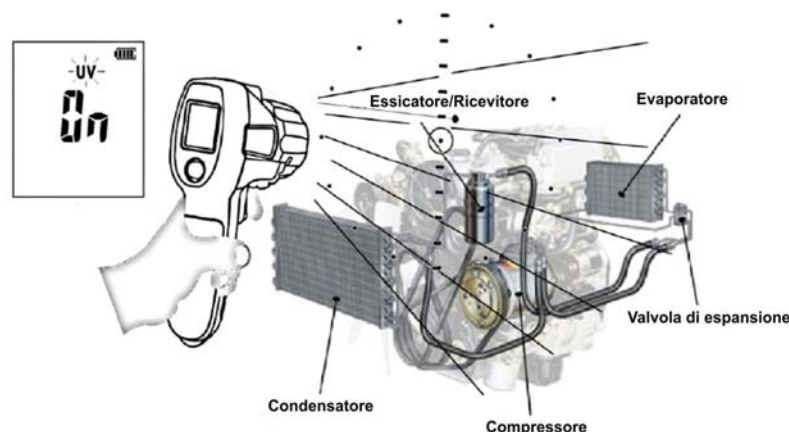

Fig. 20: Misura temperatura di dispersione refrigerante
3. Orientare il fascio di luce blu (vedere Fig. 3 – parte 2) sul blocco motore (vedere Fig. 20) che evidenzia la presenza di dispersioni del refrigerante ed eseguire la misura come mostrato nei punti precedenti